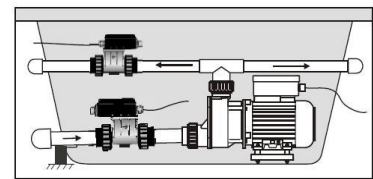

Fig. 3
3. PVC slang (fig. 3) Skär till en passande bit PVC slang från pumpens intag eller utlopp och koppla den på värmarens monteringsventil.